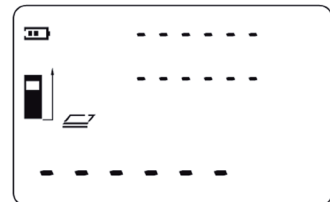

Abb. 8
1. Um in den Modus für Flächenmessungen zu gelangen, die Modus-Taste 4 betätigen; die blinkende Zeile im  -Symbol zeigt die zu messende Länge an (Abb. 8).